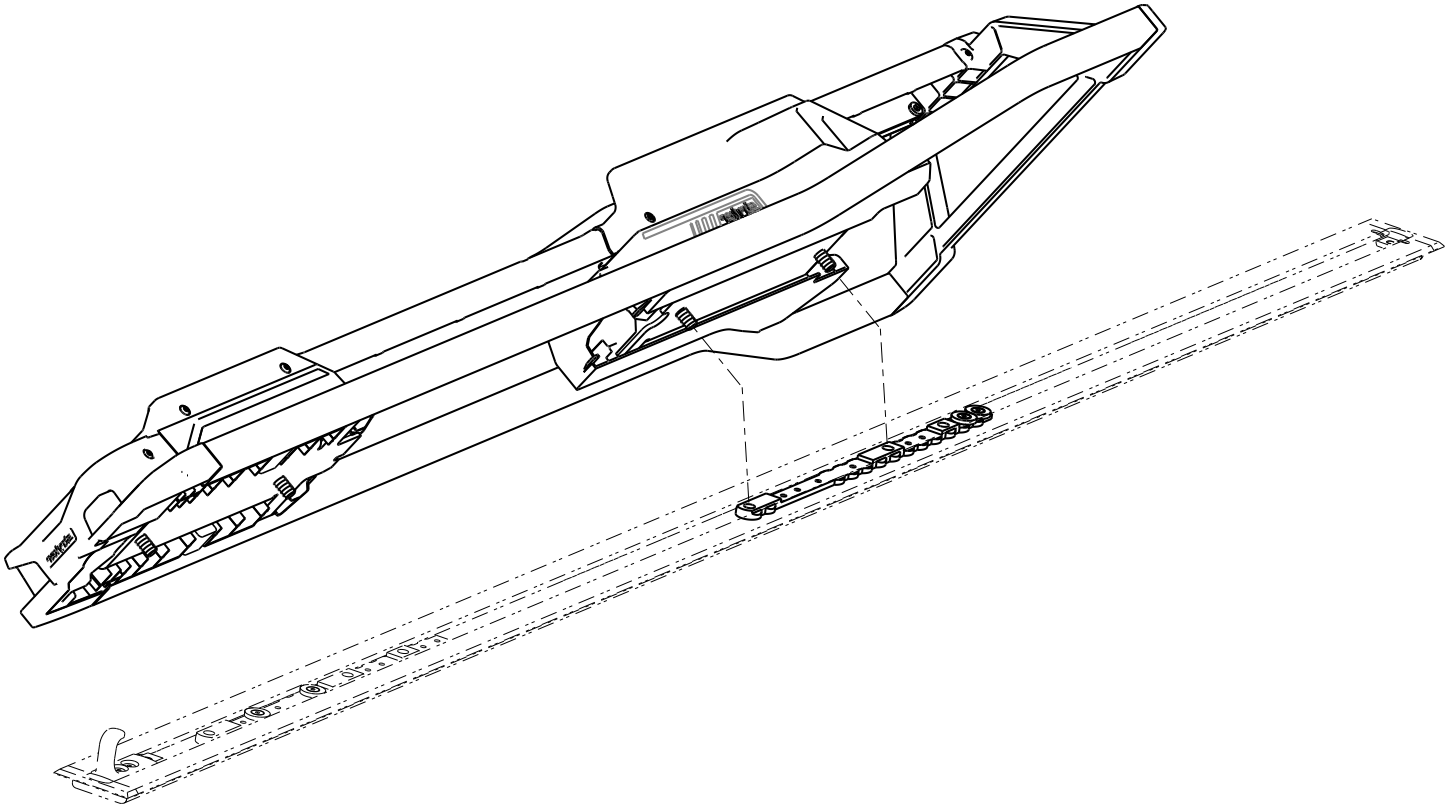

Abbildung 5 – Ausrichtung des Performance-LOAD
1. Das **Performance-LOAD** vorsichtig auf die Bodenplattenbaugruppe legen. Die beiden Bolzen am Kopfende wie in Abbildung 5 dargestellt mit den beiden Löchern in der Leiste zur Deckung bringen.